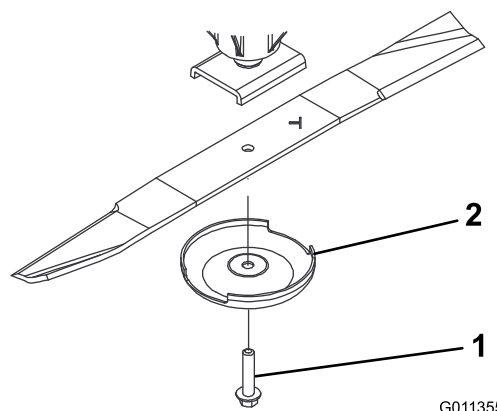

Figura 59
2. Afferrate l'estremità della lama con un cencio o un guanto bene imbottito. Togliete il bullone, la coppa antistrappo e la lama dall'asse del perno (Figura 59).
3. Montate la lama con la costa rivolta verso il piatto di taglio, servendovi della coppa antistrappo e del bullone della lama (Figura 59). Serrate il bullone della lama a 115–149 N·m.